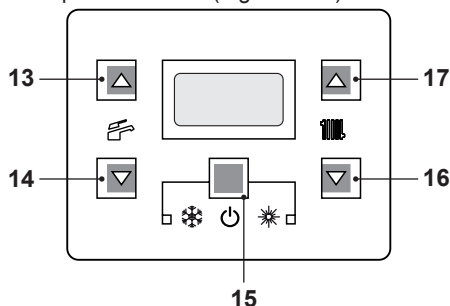
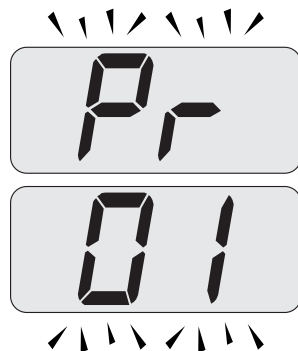
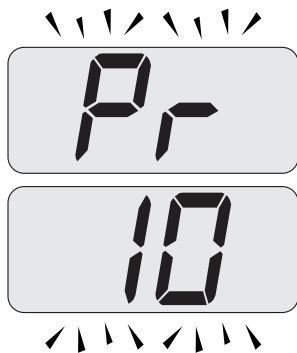

Figura 5.59
Figura 5.60
Figura 5.61
- Entrare in "modalità programmazione" premendo contemporaneamente per 10 secondi i tasti 15 - 16 - 17 (Figura 5.59) fino a far apparire sul display LCD le lettere **Pr** che si alternano con il codice **01**, indicanti l'entrata nel "parametro 01" (Figura 5.60).
indicanti l'entrata nel "parametro 10" (Figura 5.61).
- Premere contemporaneamente i tasti 15 e 17 (Figura 5.59) fino a far apparire sul display LCD il valore del parametro 10 (30=180 secondi) (Figura 5.62).
- Premendo il tasto 15 (Figura 5.59) si ottiene la conferma del valore inserito.
- Premendo contemporaneamente i tasti 15 e 16 (Figura 5.59) si esce senza modificare il valore (ritorno alla lista parametri Figura 5.61)
- Premendo contemporaneamente per 10 secondi i tasti 15 - 16 - 17 (Figura 5.59) si esce dalla "modalità programmazione".